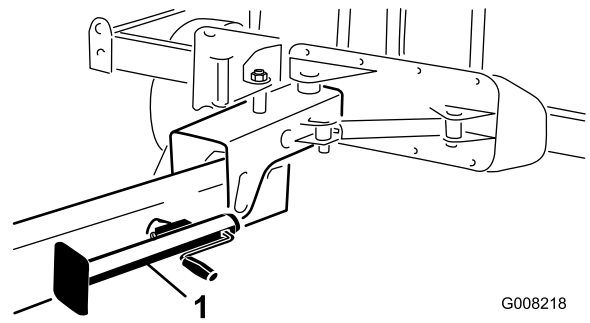

Bild 19
4. Heben Sie den Achsständer an und befestigen Sie ihn in der Parkposition (Bild 19).